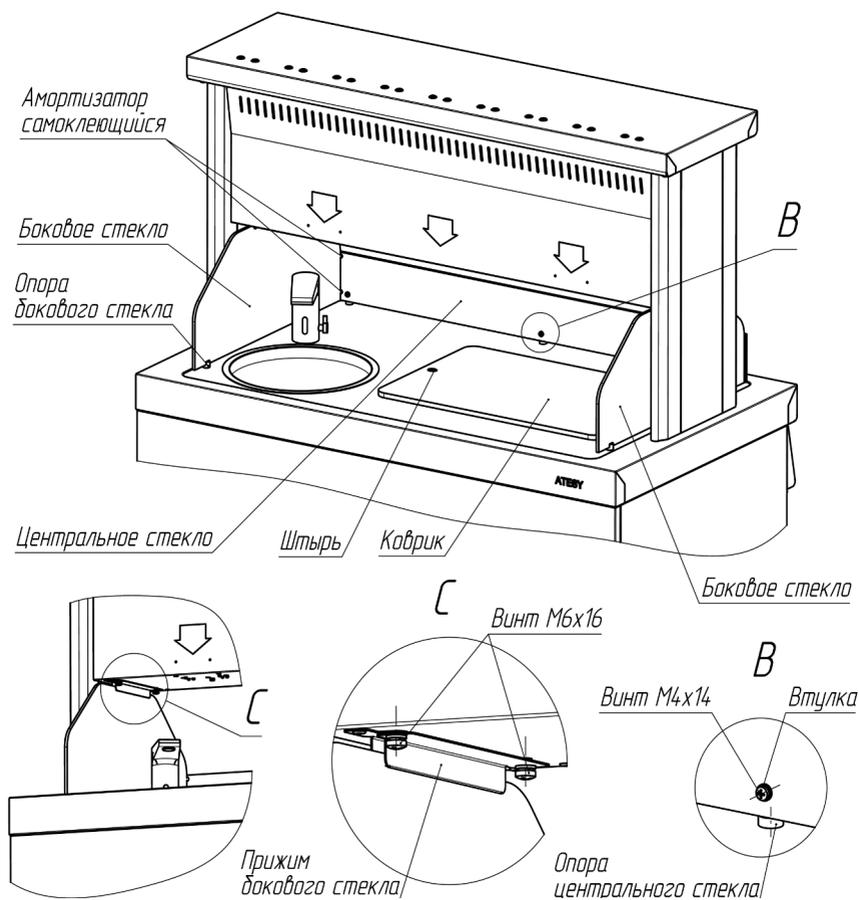

Рис.3
3. Установить центральное стекло на опоры и закрепить его при помощи винтов М4х14 и втулок (3 шт.), см. рис.3.